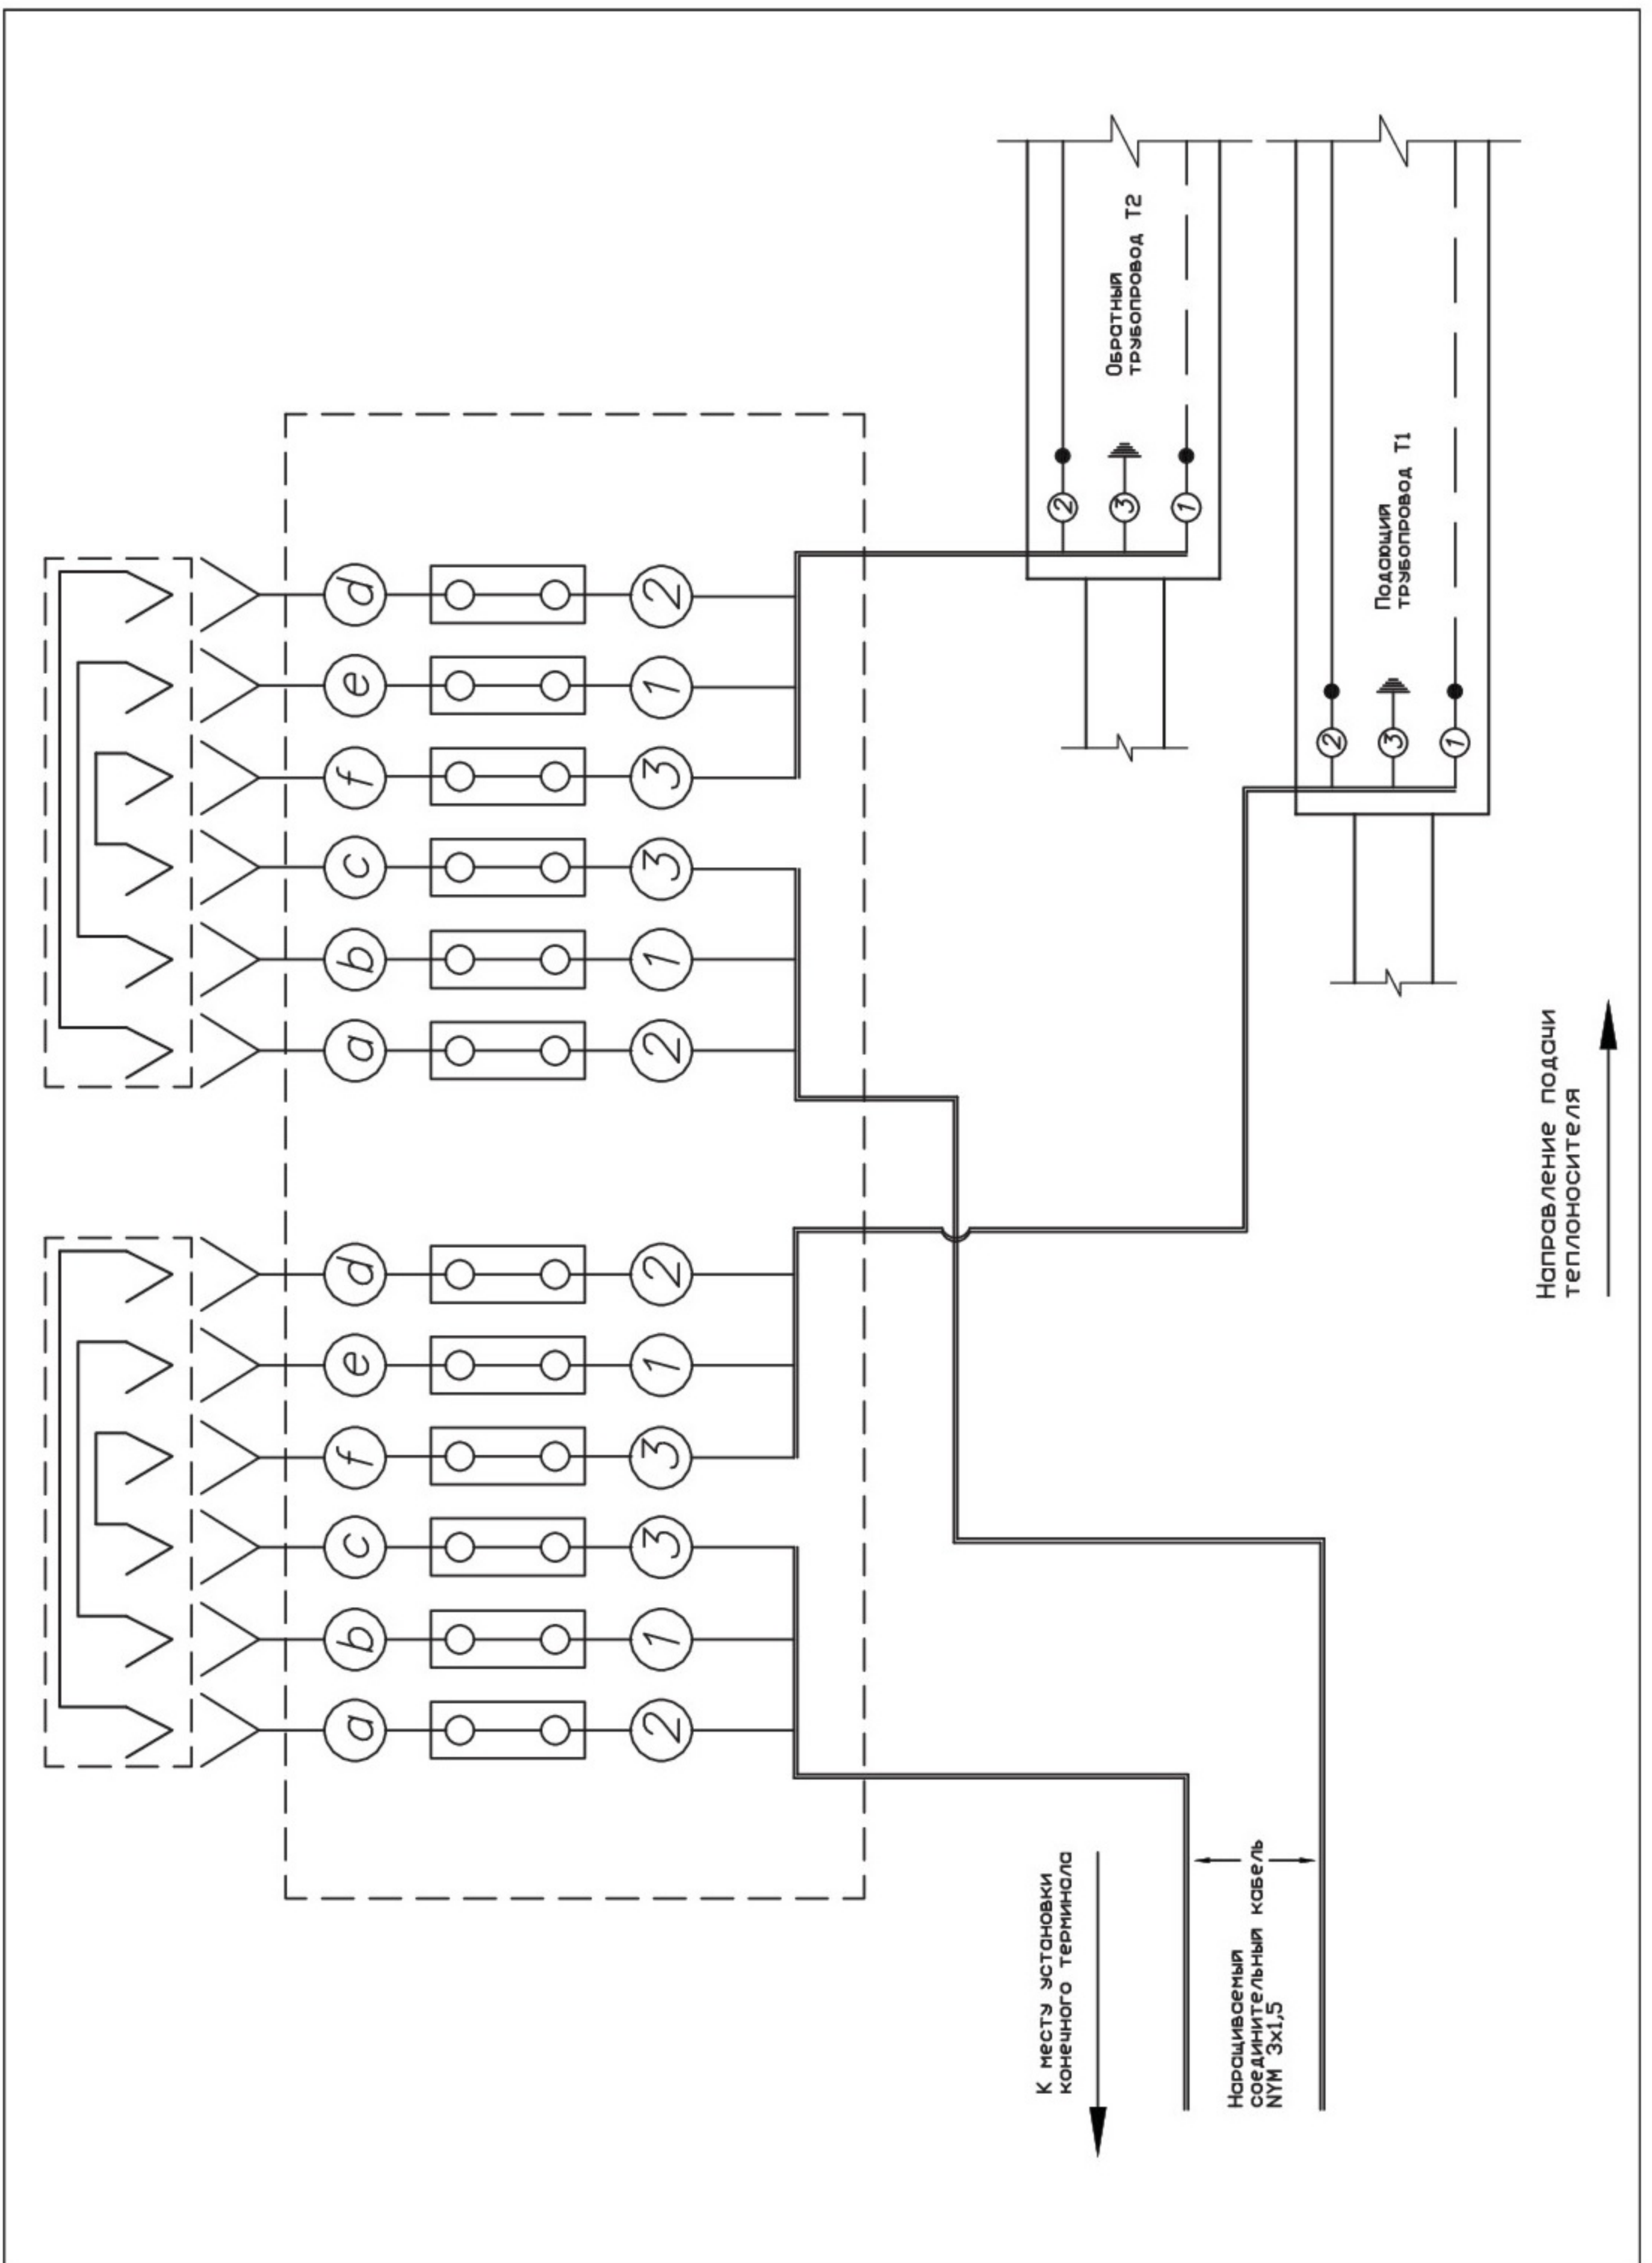

Рис. 8 Подсоединение/наращивание кабеля к двухтрубной системе ОДК
7. Для подсоединения/наращивания кабеля к двухтрубной системе ОДК монтаж проводников внутри терминала осуществлять по электрической схеме **Рис. 8**, а в разъем **2** установить заглушки-соединители с прозрачным (или цветным) маркером **1б**.